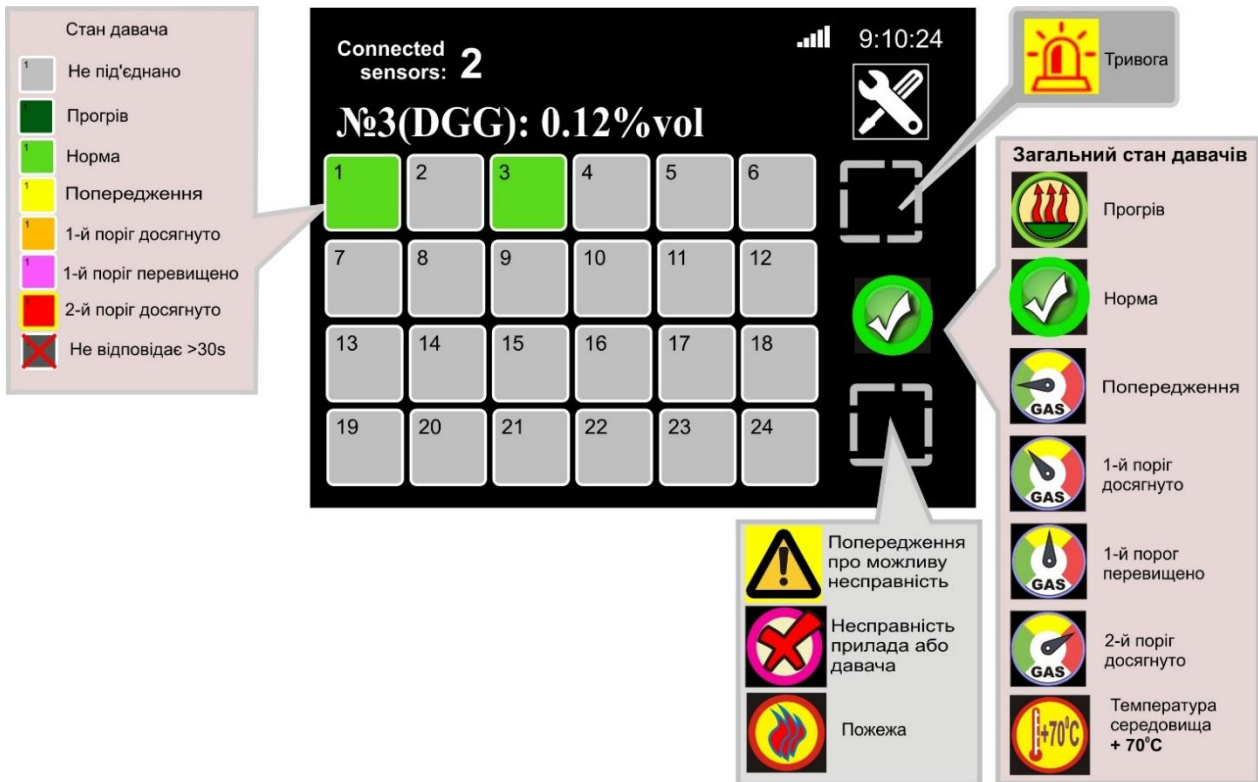
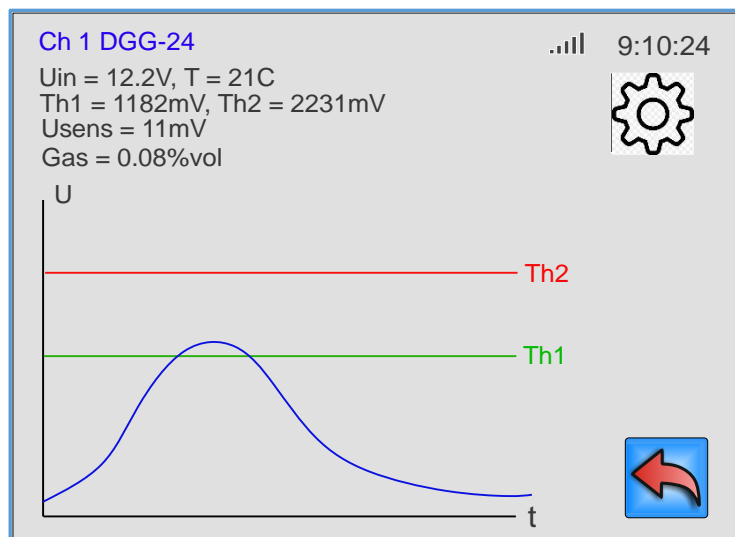

Рисунок 2 - Головний інтерфейс
Рисунок 3 – Інтерфейс «Детальний стан давача»
- праворуч на екрані розташовано піктограми, які змінюються в залежності від загального стану датчиків (див. рис. 2). Пріоритет має найбільша зафіксована концентрація. Якщо концентрація газу перевищила значення **II-го порогу** більш ніж на **30 секунд**, з'являється піктограма «ТРИВОГА»
II. Дотиком до піктограми відповідного датчика (рисунок 2) на екран викликається інтерфейс «Детальний стан датчика» (рисунок 3), на якому відображаються:
III. Виклик інтерфейсу «Налаштування давача» здійснюється тільки з інтерфейсу «Детальний стан давача». Дотиком на ньому до піктограми налаштування (рисунок 3) відразу з'являється поле введення паролю. Цифрове значення паролю вказано у паспорті газосигналізатора. Підтвердження правильно введеного паролю здійснюється дотиком до піктограми  на панелі введення паролю, після чого на екрані відразу з'являється інтерфейс «Налаштування давача» (рисунок 4).
Логічний номер давача (від 1-го до 24-го) відповідає номеру каналу що відображається на екрані блоку управління, до якого він підключений (рисунок 2).